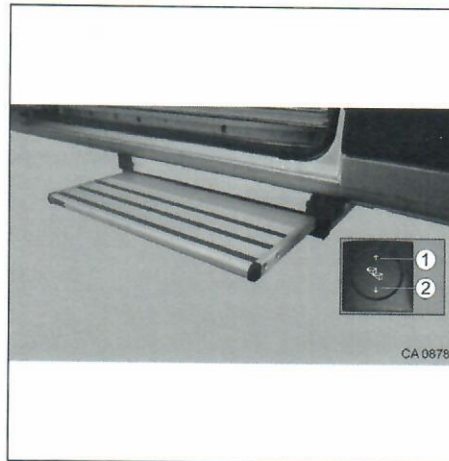

Abb. 1 Einstufige Einstiegsstufe
- Wippschalter (Abb. 1, Pos. 2) drücken, Einstiegsstufe fährt vollständig aus.
- Wippschalter (Abb. 1, Pos. 1) drücken, Einstiegsstufe fährt vollständig ein.